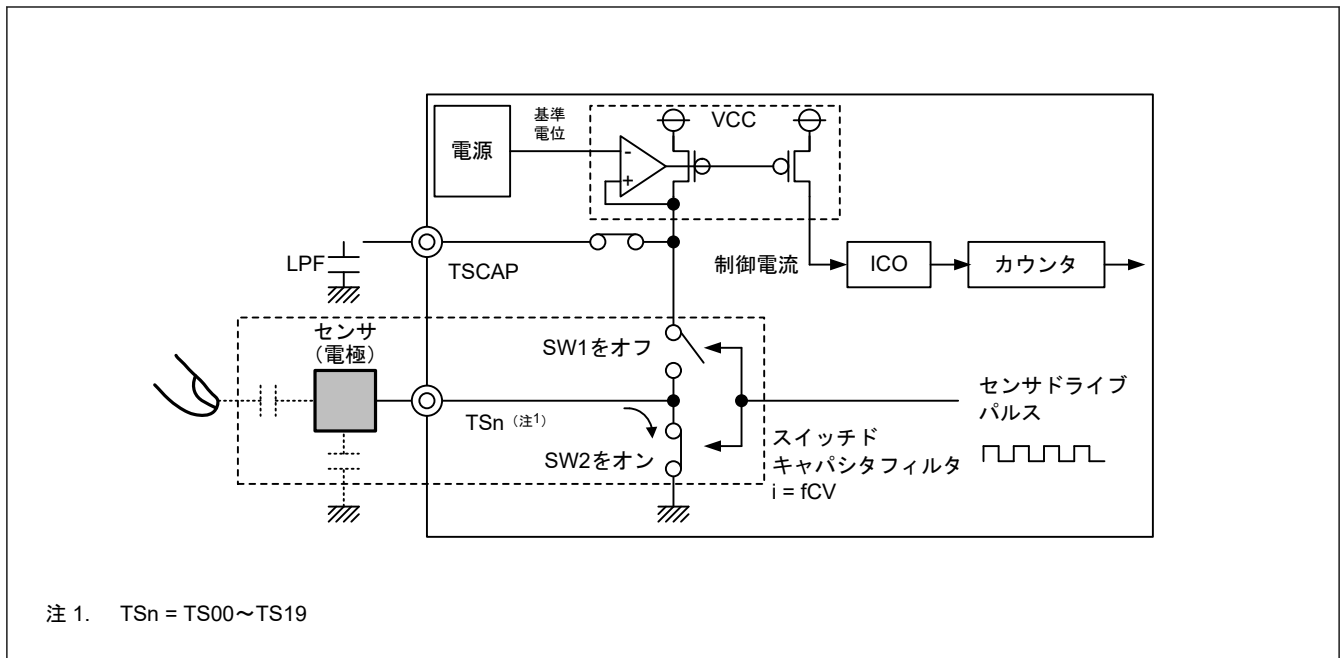

図 43.6 放電動作
2. SW1 を OFF、SW2 を ON にすることで、充電された容量は放電されます (図 43.6)。